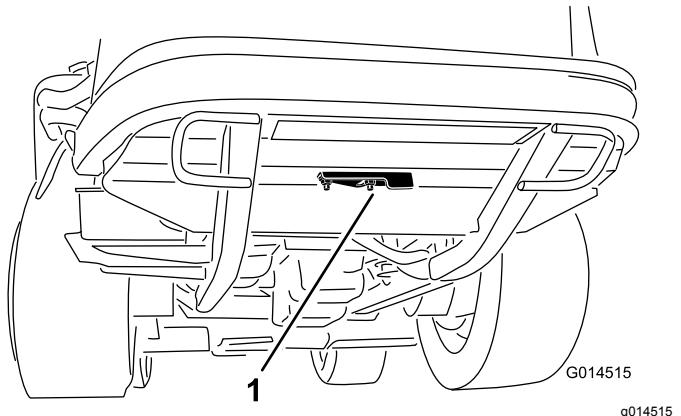

Figura 42
2. Afloje la tuerca con arandela prensada que sujetla la tapa del hueco de limpieza a la parte inferior del bastidor trasero (Figura 42). Gire la tapa a un lado para tener acceso al hueco de limpieza en el bastidor.